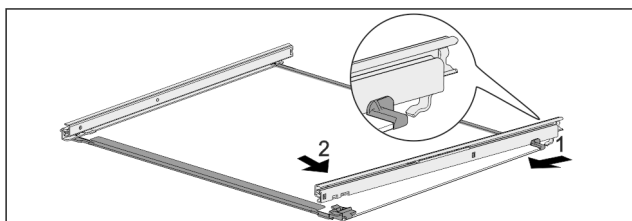

Fig. 105 Skleněná deska s kolejničkami
- ▶ Zahákněte kolejničku vzadu. Fig. 105 (1)
- ▶ Zaklapněte kolejničku vpředu. Fig. 105 (2)